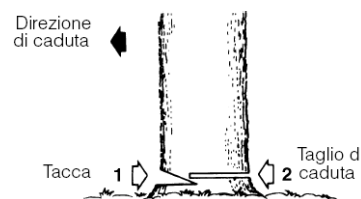

Fig. 18
4. Tagliate l'albero sull'altro lato in una posizione leggermente al di sopra del fondo della tacca (Fig 18)